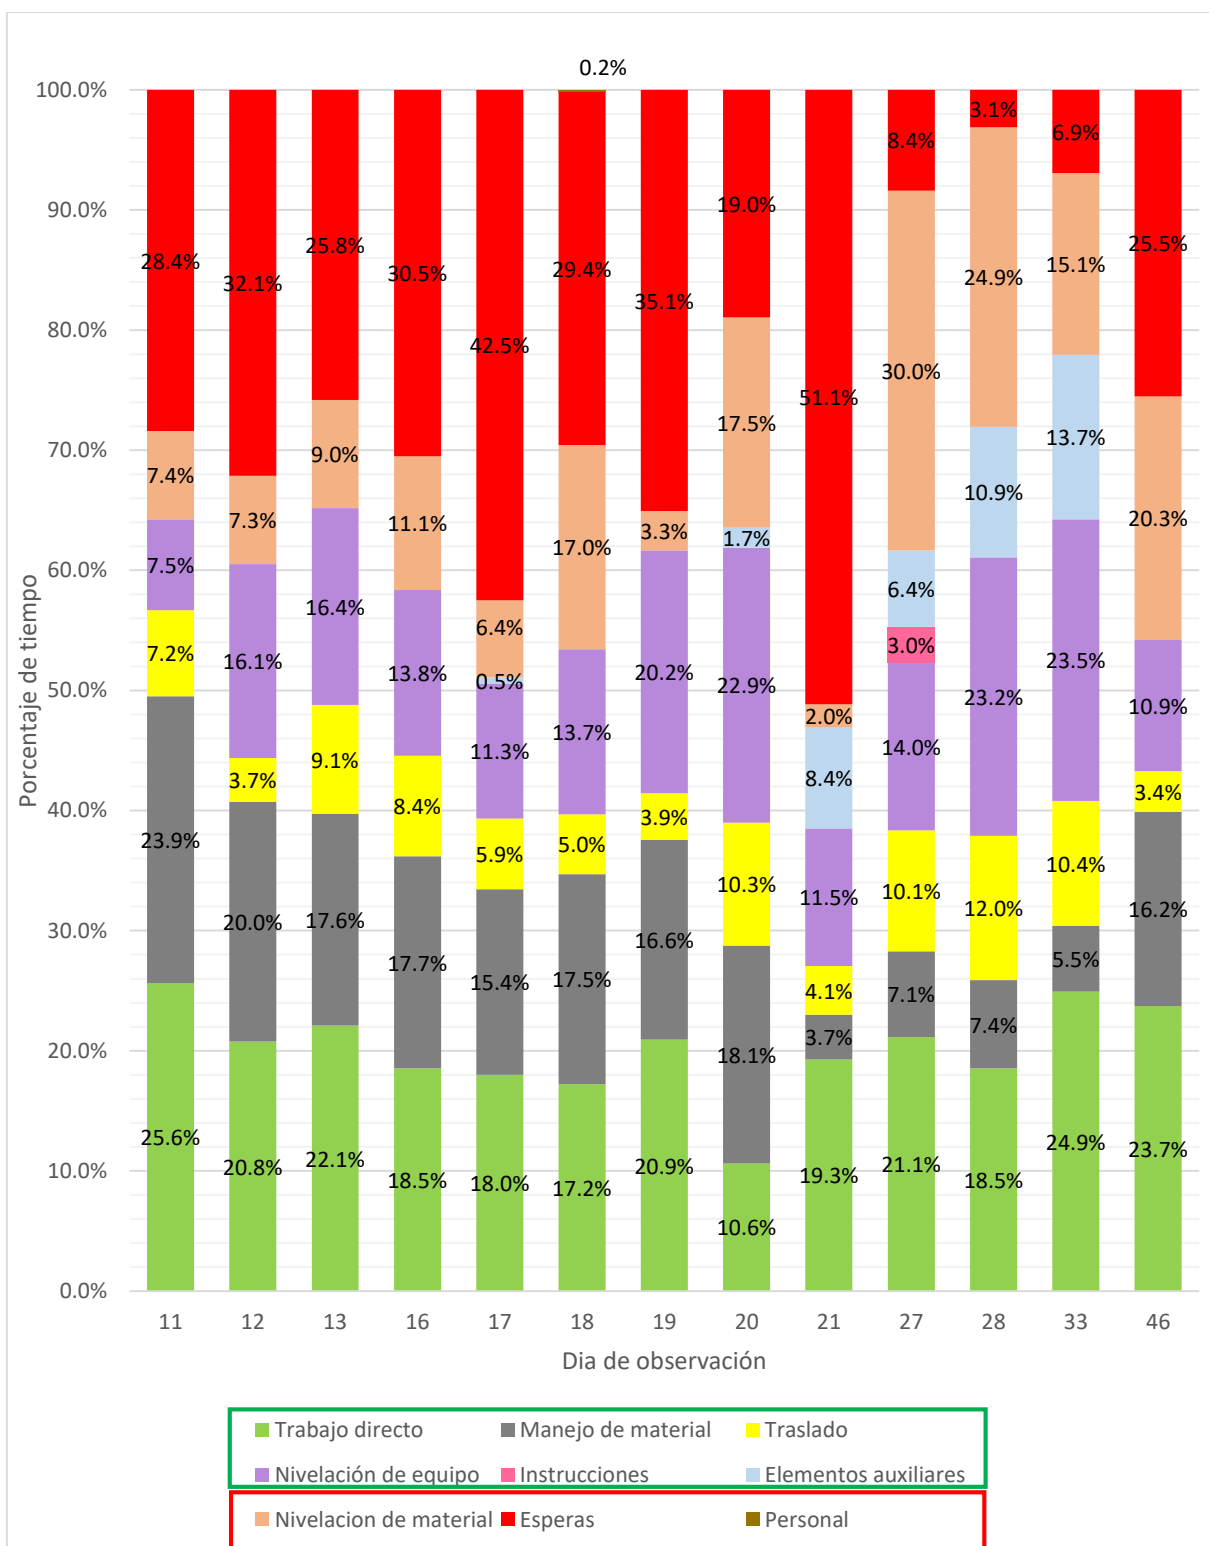

Figura 17. Resultado de la distribución del trabajo en la pavimentadora D
La Figura 17 muestra los resultados de la distribución de los diferentes rubros de trabajo de la pavimentadora D, en los 13 días de observación. Esta desarrollo tareas que fueron clasificadas en los nueve rubros de trabajo.
- Día anormal correspondiente al día de observación 11. Los trabajos consistieron en la pavimentación de una calle recta de fraccionamiento, con dos franjas de 3.75 m de ancho y un espesor de 5.5 cm. El cableado de la zona era denso, la zona era de fácil acceso. El porcentaje de tiempo destinado al rubro de trabajo directo es mayor al del promedio. Según la Figura 17, se observa que el rubro de manejo de material es mayor debido a las pausas que se hacían para librar los obstáculos del cableado aéreo, a pesar de esto la velocidad de pavimentación fue mayor a la del promedio general, de echo es la quinta velocidad más alta. Los tiempos de traslado fueron menores al promedio, debido a que únicamente fueron dos franjas. De igual forma se observa que el tiempo de nivelación de material es menor ya que existía una cantidad suficiente de trabajadores para evitar que la pavimentadora se detuviera a esperar la nivelación de material. A pesar de que la productividad es alta, se pudo haber mejorado, se desperdició tiempo esperando a los volquetes. Los principales factores que se pudieron identificar fueron: Especificaciones y diseño (geometría sencilla), número adecuado de carpeteros (permitieron a la maquinaria avanzar más rápido y no destinar tiempo en la nivelación del material).